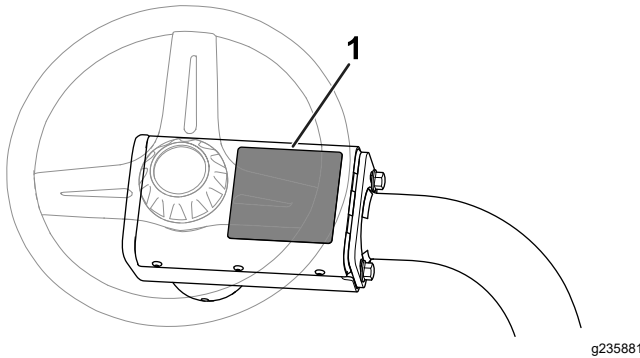

図 14
- CE 警告デカルP/N 136-8505を、既存の警告デカルP/N 136-8506の上から貼り付ける。図 14 は警告デカールの貼り付け位置を示す。